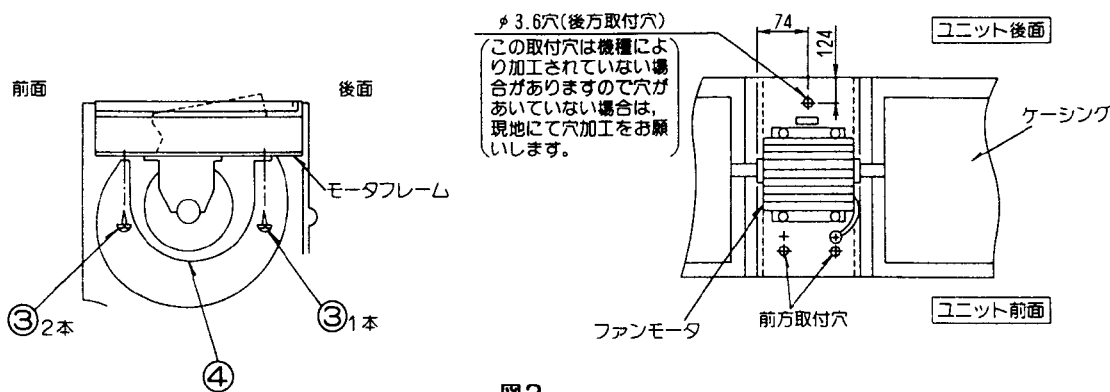

図2
- 図2に示す様に取付けてください。(タッピンネジ③ 3本)